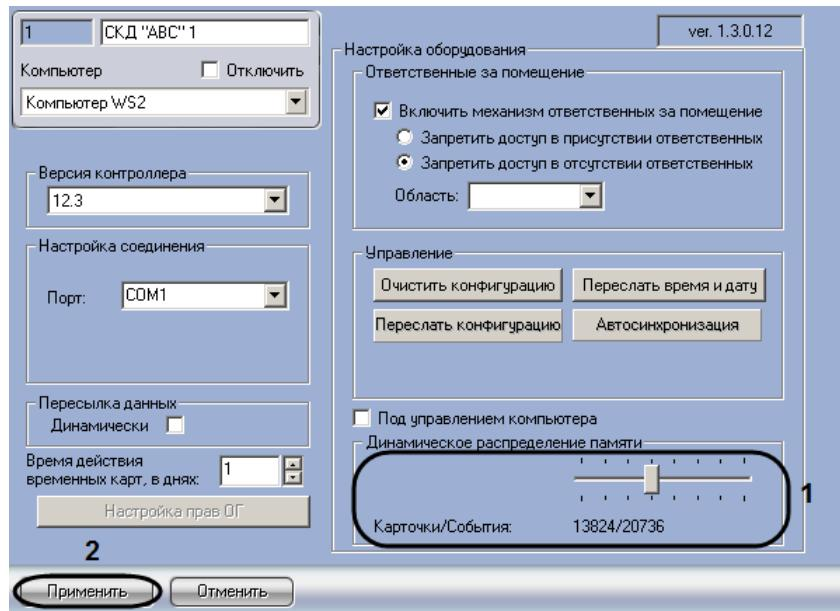

Рис. 3.2—11 Настройка динамического распределения памяти центрального контроллера
1. Перейти на панель настройки объекта СКД “ABC” (Рис. 3.2—11).
2. Установить ползунок **Динамическое распределение памяти** в положение, соответствующее требуемому соотношению карточек и событий в памяти центрального контроллера (см. Рис. 3.2—11, 1). Текущее соотношение **Карточки/События** отображается в поле под ползунком (см. Рис. 3.2—11, 1).
3. Для сохранения внесенных изменений нажать кнопку **Применить** (см. Рис. 3.2—11, 2).